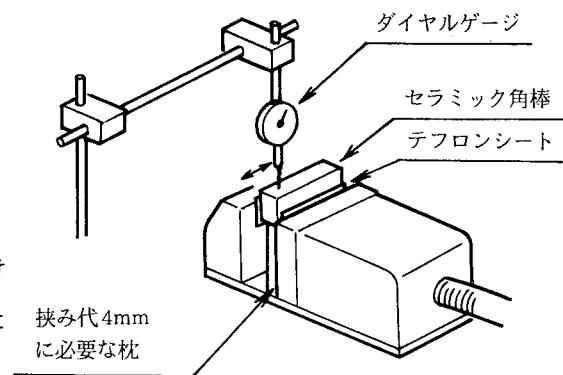

図2-2 角棒の取付けと平行度測定
(1) 加工物の取付け
① 図2-2のように水平にセラミック角棒をとりつける。平行度はダイヤルゲージの読みで0.05mm以内とする。
② 加工物を反転させて図2-2のように再度取り付け、平行度を出し、さらに切断刃との直交度を出して、再度5mmの深さまで加工を行う。
③ 円筒加工部分が外れるはづである。もし切断面にバリが残っているならば、その部分を上にしてバイスに取り付け直して、切断刃工具で追加加工する。